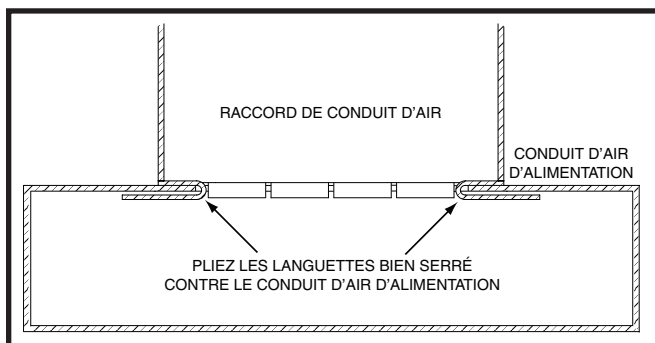

Figure 10. Languettes du raccord de conduit
8. Pliez les deux languettes vers le haut de 90° sur la plaque de montage. Consultez la Figure 10 \(page 8\).